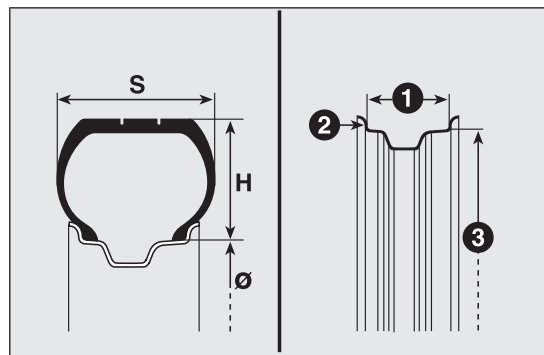

fig. 186
Exemple fig. 186: 195/55 R 16 91 V
Indice de vitesse maximale pour les pneus à neige**QM + S** jusqu'à 160 km/h**TM + S** jusqu'à 190 km/h**HM + S** jusqu'à 210 km/h**Indice de charge (charge utile)****60** = 250 kg**84** = 500 kg**61** = 257 kg**85** = 515 kg**62** = 265 kg**86** = 530 kg**63** = 272 kg**87** = 545 kg**64** = 280 kg**88** = 560 kg**65** = 290 kg**89** = 580 kg**66** = 300 kg**90** = 600 kg**67** = 307 kg**91** = 615 kg**68** = 315 kg**92** = 630 kg**69** = 325 kg**93** = 650 kg**70** = 335 kg**94** = 670 kg**71** = 345 kg**95** = 690 kg**72** = 355 kg**96** = 710 kg**73** = 365 kg**97** = 730 kg**74** = 375 kg**98** = 750 kg**75** = 387 kg**99** = 775 kg**76** = 400 kg**100** = 800 kg**Indice de charge (charge utile)****77** = 412 kg**101** = 825 kg**78** = 425 kg**102** = 850 kg**79** = 437 kg**103** = 875 kg**80** = 450 kg**104** = 900 kg**81** = 462 kg**105** = 925 kg**82** = 475 kg**106** = 950 kg**83** = 487 kg**LECTURE CORRECTE DE LA JANTE****Exemple fig. 186: 7 J x 16 ET 31****7** largeur de la jante en pouces (1).**J** profil du rebord (saillie latérale où s'appuie le talon du pneu) (2).**16** diamètre de calage en pouces (correspond à celui du pneu qui doit être monté) (3 = Ø).**H2** forme et nombre des « hump » (relief sur la circonférence, qui maintient le talon du pneu Tubeless sur la jante)**ET 31** carrossage de la roue (écart entre plan d'appui du disque/jante et ligne médiane de la jante de roue).